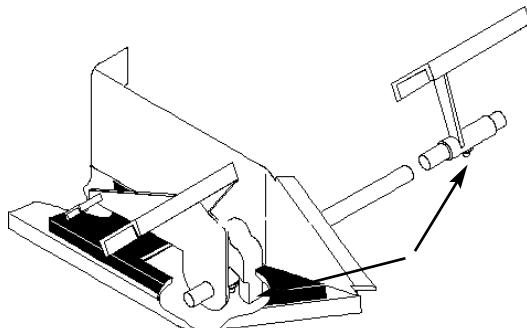

Figure 24
3. Lubrificate il pedale di comando della trazione, sui modelli idrostatici (o i pedali del freno e della frizione sui modelli a ingranaggi), laddove è impenniato sull'albero d'attacco (Fig. 24).